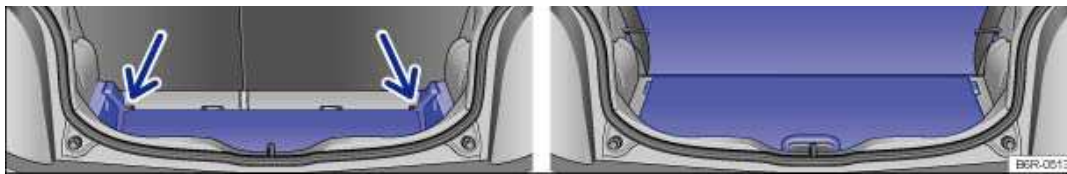

Abb. 79 C: Gepäckraum nach unten erweitern. D: Gepäckraum nach vorn erweitern.
- Gepäckraumboden anheben und in der Führung → Abb. 79 C (Pfeile) nach unten schieben.